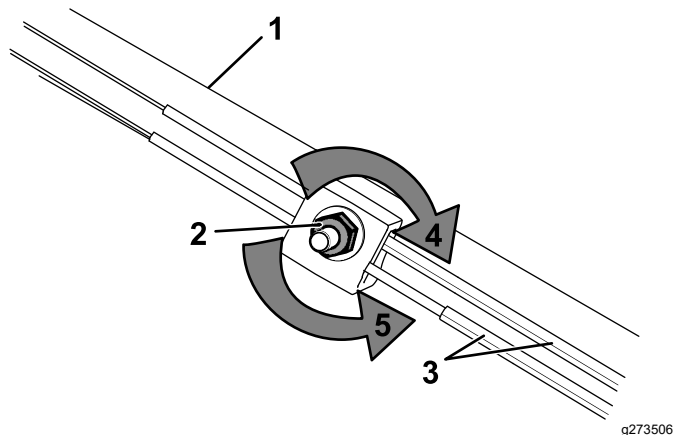

Figure 44
1. Tournez l'écrou de réglage dans le sens antihoraire pour desserrer le réglage des câbles (Figure 44).
2. Ajustez la tension des câbles (Figure 44) en les tirant en arrière ou en les poussant en avant puis en les maintenant à cette position.